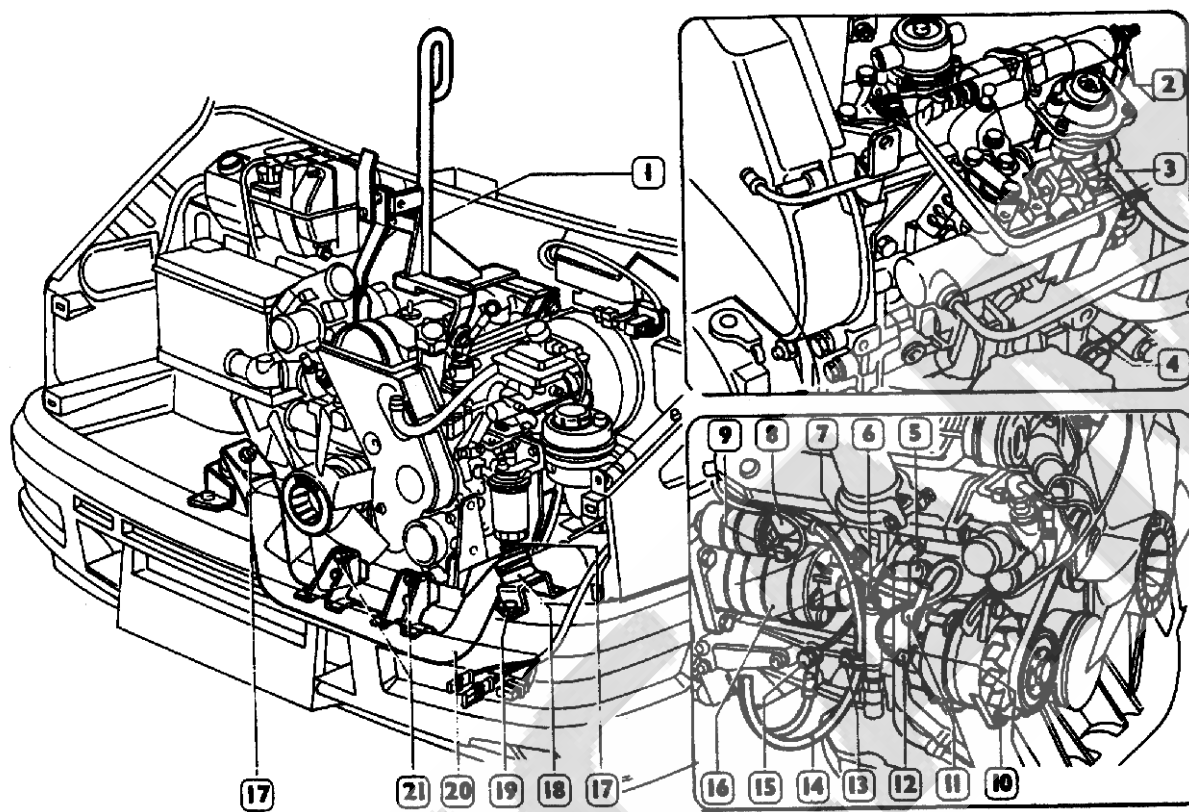

Figura 196
5. Abrir el anillo de traba (6) del bancal de embrague (4), utilizando una pinza apropiada. Al mismo tiempo otro mecánico debe aproximar la caja de cambios hasta que el bancal de embrague (4) sea enganchado correctamente en el muelle membrana (5) de la placa de embrague.
7. Montar la protección superior (1), la inferior (3) y los tornillos de fijación (2).
8. Montar el motor de arranque (16, figura 196).